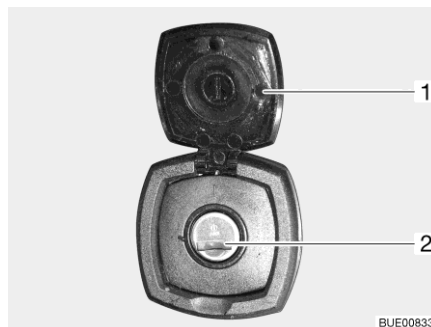

Bild 66 Klappenschloss, quadratisch
- Abdeckkappe (Bild 66,1) öffnen.
- Schlüssel in Schließzylinder (Bild 66,2) stecken und eine viertel Umdrehung drehen.